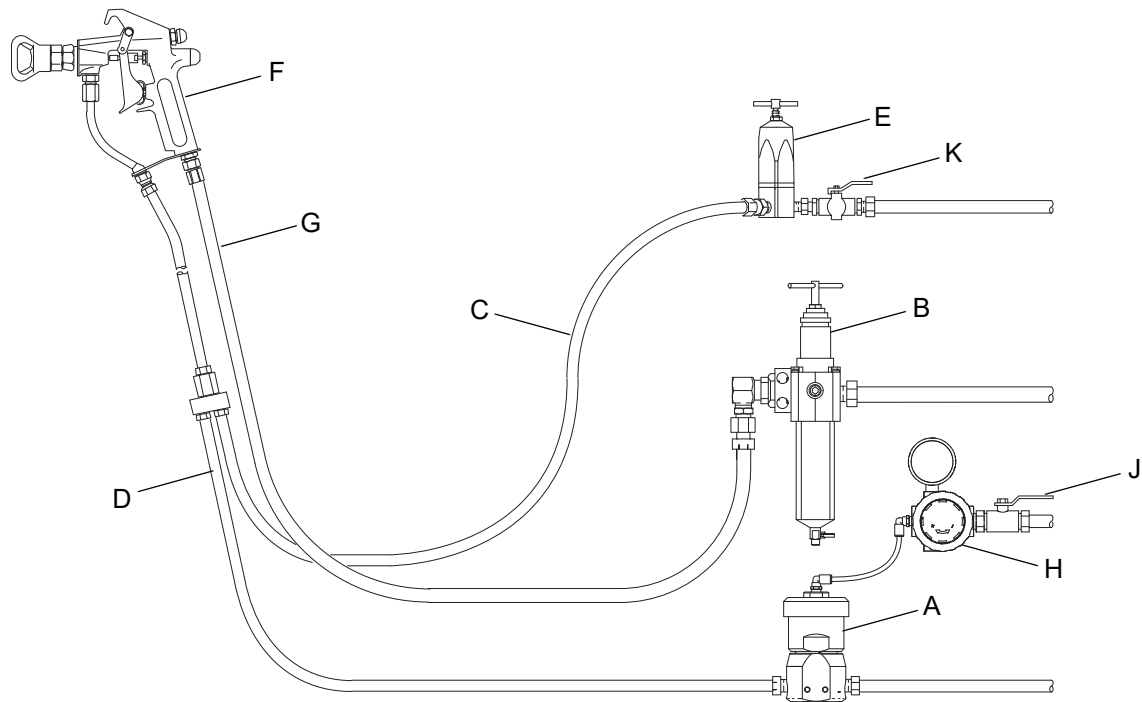

FIG. 1: Typisk installation: Enkel cirkulerande sprutstation
Exempelinstallationen i fig. 1 är endast en vägledning till utformning av ett system. Vänd dig till din Graco-återförsäljare som hjälper dig att konstruera ett system som passar just dina behov.
1. Installera mottrycksregulatorns (BPR) (A) i vätskereturlinjen (D) eller cirkulationskretsens returlinje. Se FIG. 1. Verifiera att mottrycksregulatorn är säkert installerad i ett styvt rörsystem. Om flexibla vätskelinjer används, ska de två 1/4 - 20 gängade monteringshål på sidan av regulatorn användas för att montera regulatorn på ett säkert sätt.
2. Mottrycksregulatorn (A) har en 3/8 tums inloppsport och en 1/4 tums mätport. (Mätporten kan användas som en valfri inloppsport för lågflödesapplikationer.) De två utloppsportarna är 3/8 tum npt.